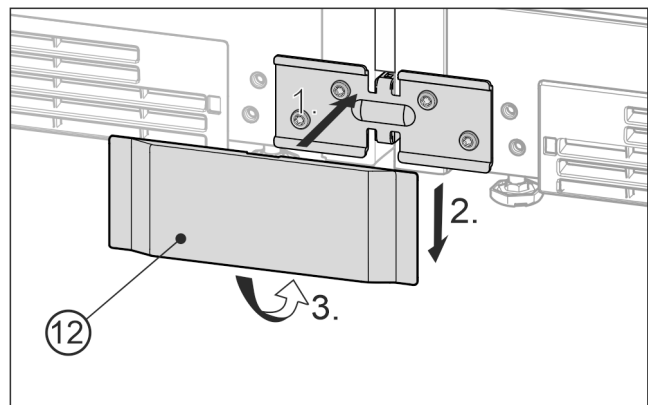

Fig. 21 Beispielhafte Darstellung
- Die untere Abdeckung Fig. 21 (12) von vorne auf den Winkel aufsetzen Fig. 21 (1), runterschieben Fig. 21 (2) und unten einrasten Fig. 21 (3).